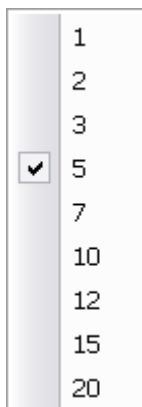

Рис. 17
- В открывшемся списке толщин линии в пунктах выберите нужное значение (Рис. 17).